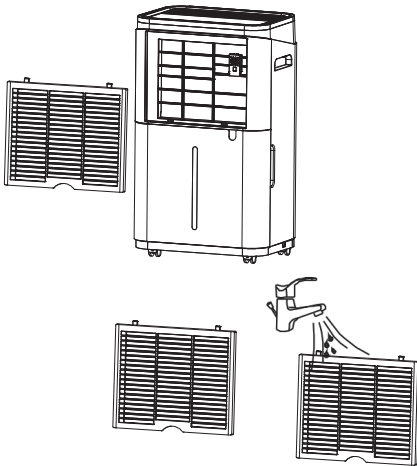

Рис. 5
**10. Чистка фильтра (Рис. 5).** Достаньте фильтр, промойте его в мыльной воде, прополощите в чистой воде, высушите и вставьте на место. В среднем, необходимо проводить чистку фильтров не реже чем раз в две недели при постоянном использовании. Иначе производительность прибора может снизиться.